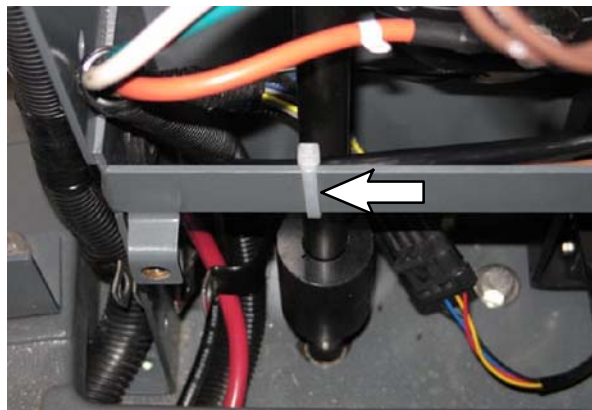

FIG. 39
13. Utilizzare una fascetta fermacavo per fissare i cavi all'elemento trasversale inferiore in modo che non entrino a contatto con l'albero dello sterzo (1). (Fig. 39)